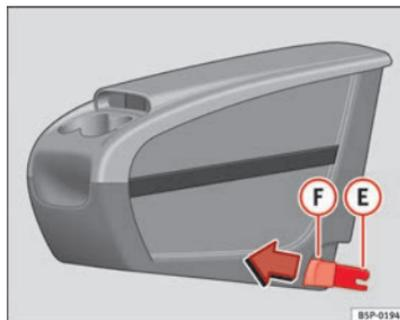
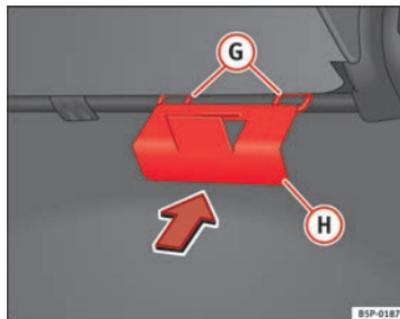

Fig. 113 Portaobjetos móvil. Montaje
Fig. 114 Placa de fijación del portaobjetos móvil ▶
- Coloque desde el interior del vehículo, la placa de fijación **(H)** ⇒ fig. 114 del portaobjetos móvil, por la parte posterior del asiento. Debe estar situada entre el respaldo y el cojín, en la zona de la plaza central.
- Encare las dos piezas de fijación **(E)** ⇒ fig. 113, con las dos anillas de fijación **(G)** ⇒ fig. 114 y presione con fuerza hasta que las dos pinzas clipen totalmente con las anillas.
- Tire de cada uno de los botones ⇒ fig. 113 **(F)** de las pinzas (botones rojos) hacia delante, hasta oír que ha desclipado.